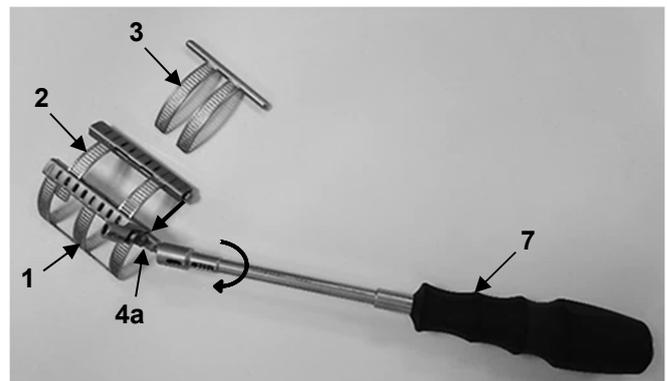

Fig. 13
1. Inserire l'elemento primario (2) nell'elemento base (1) e farlo rientrare con il Kardan cacciavite LMT-4 (7). A tal fine, ruotare in senso antiorario la vite esagonale esterna del modulo scatola dell'elemento base (4a) con il Kardan cacciavite LMT-4 (7) (Fig. 13).